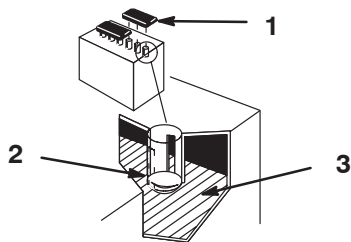

Figure 53
1. Ouvrez les couvercles et regardez à l'intérieur des éléments. Le niveau de l'électrolyte ne doit pas dépasser la partie inférieure du tube (Fig. 53). Le niveau d'électrolyte ne doit pas descendre au-dessous des plaques (Fig. 53).
2. Enlevez les bouchons de remplissage (Fig. 53).
3. Versez lentement de l'eau distillée dans chaque élément pour amener le niveau à la partie inférieure du tube (Fig. 53).